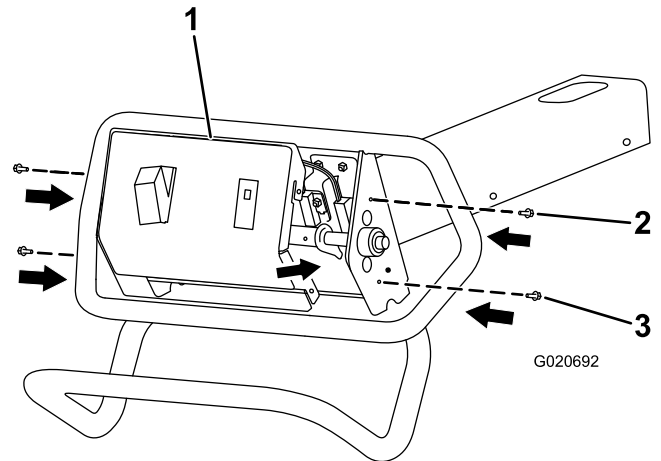

Figura 4
5. Alinee los taladros de la tapa con los del bastidor (Figura 4).
6. Inserte el panel en el bastidor (Figura 4).
7. Sujete el panel provisionalmente al bastidor con los 2 pernos de cabeza hexagonal (N° 10-24 x 1/2 pulgada) usando los taladros superiores (Figura 4).